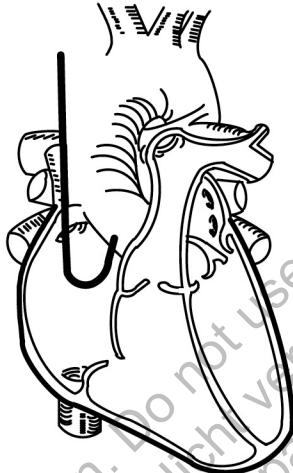

Figura 6. Colocación auricular
3. Para colocar el cable auricular preformado con forma en J, sujetel estilete de manera que no se mueva y mantenga la observación fluoroscópica mientras hace avanzar la punta del cable hasta que la punta entre en la orejuela auricular y quede alojada en ella (Figura 6 Colocación auricular en la página 18).